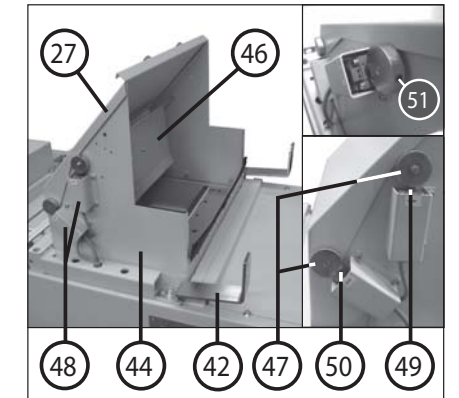

Fig. 5
- 44 = Tramoggia (fig. 5)
- 46 = Sportello di commutazione (fig. 5)
- 47 = Camma (fig. 5)
- 48 = Copertura interruttore (fig. 5)
- 49 = Finecorsa S8 (fig. 5)
- 50 = Finecorsa S9 (fig. 5)
- 51 = Perno filettato (fig. 5)
### MONTAGGIO DELLA TRAMOGGIA (44) (fig. 5):
1. Allentare la sicurezza di trasporto (legatore) alla porta di rimozione (31) e orientare la porta verso il basso.
2. Togliere la tramoggia (44) dalla zona di compressione, come illustrato, piazzarla sopra l'apertura di riempimento e servendosi delle 7 viti ad esagono cavo M6x12 fissarla dall'interno alla pressa.
3. Smontare ambedue le coperture interruttore (48). Fissare il finecorsa S8 (49) con 2 viti M4x40 e dadi M4 al di sotto della camma dello sportello di commutazione (47). Svitare il perno filettato (51) (chiave a brugola 2,5 mm), ruotare la camma in posizione e serrare di nuovo il perno filettato.